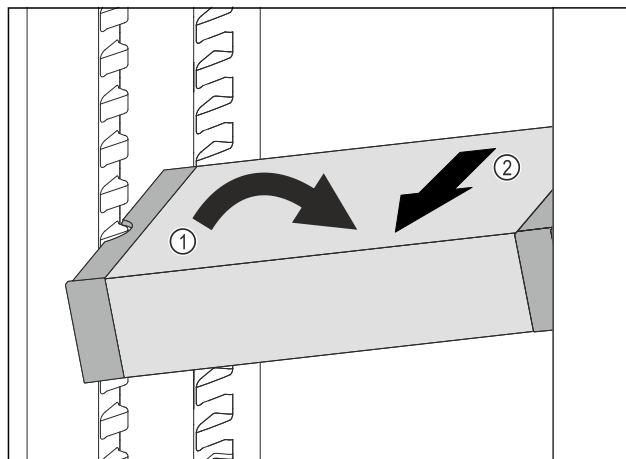

Fig. 145
- ▶ Incliner le VarioSafe dans la partie réfrigérateur. Fig. 145 (1)
- ▶ Sortir le tiroir VarioSafe par l'avant. Fig. 145 (2)